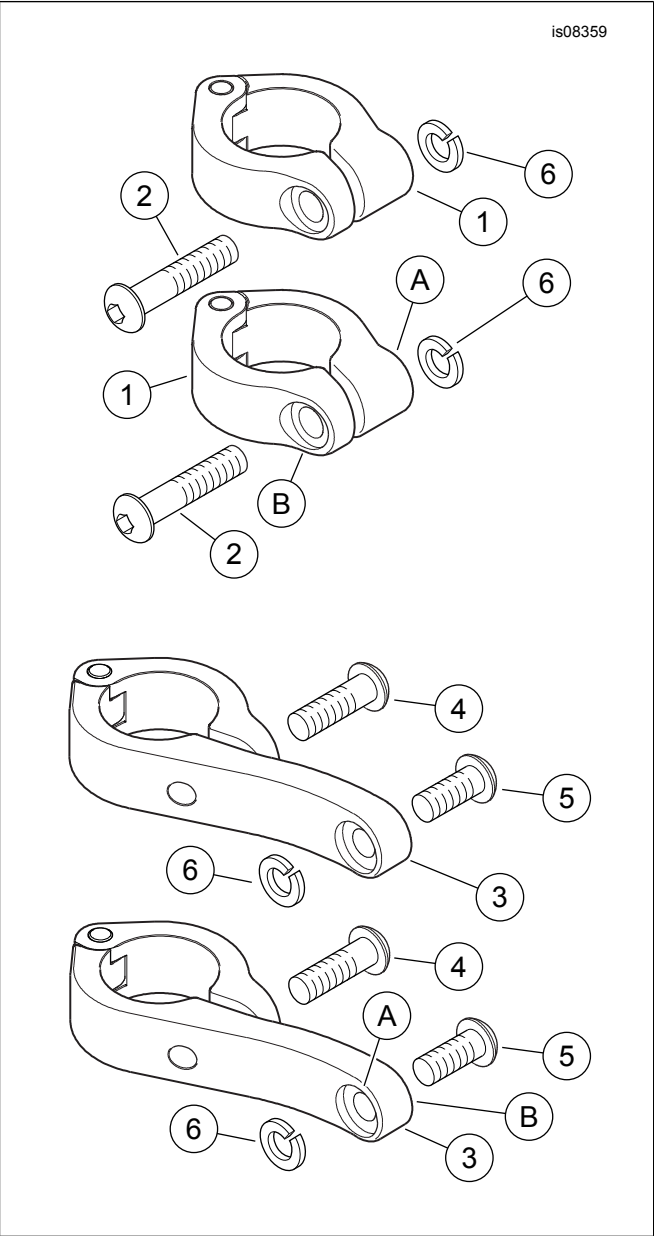

Figure 1. Pièces de rechange, kits de montage de feu anti-brouillard ogive à DÉL
Voir Figure 1 et Tableau 1.
1. Voir Figure 1. Prendre une bride de protection de moteur (1), une vis (2) et une rondelle-frein (6) de ce kit.
2. Ouvrir la bride. Placer la bride autour de la section verticale de la protection de moteur avec la charnière vers l'arrière et le contre-alésage profond (A) vers l'intérieur.
3. Introduire la vis dans la bride à partir du côté du contre-alésage peu profond (B). Glisser la rondelle-frein sur les filets de vis dans le contre-alésage profond.
- 1. Voir Figure 1. Prendre une bride de protection de moteur (3) et une longue vis (4) de ce kit.
- 2. Ouvrir la bride. Placer la bride autour de la section verticale de la protection de moteur avec la charnière vers l'arrière et le contre-alésage profond (A) vers l'intérieur.